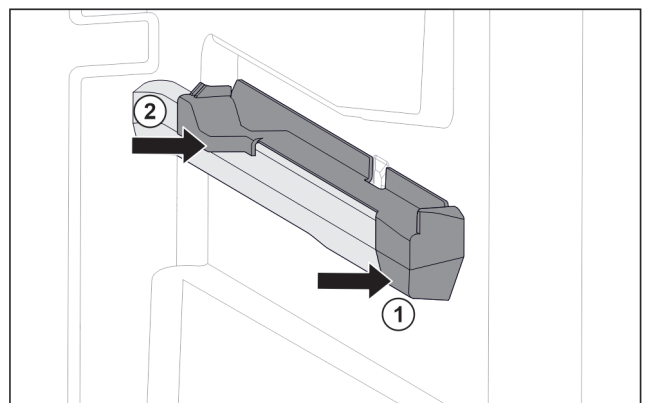

Fig. 55 Élément emboîtable sur la nervure de récipient droite
- Poser le devant de l'élément emboîtable contre la nervure de récipient. Fig. 55 (1)
- Enfoncer l'arrière de l'élément emboîtable. Fig. 55 (2)